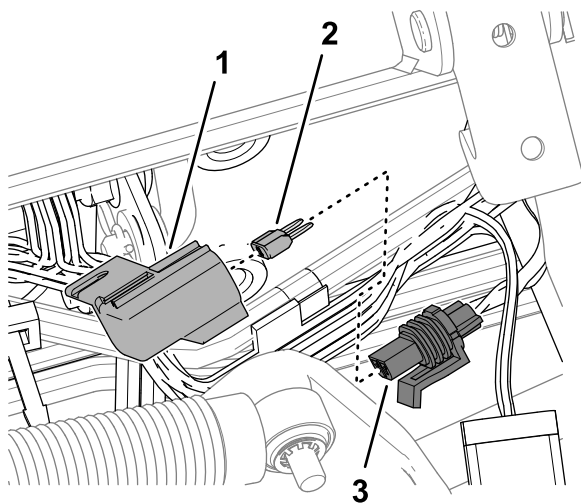

図 105
3. 10 A FUSE TELEMATIC PWR というラベルのついたインラインヒューズホルダーのキャップを外す 図 105。